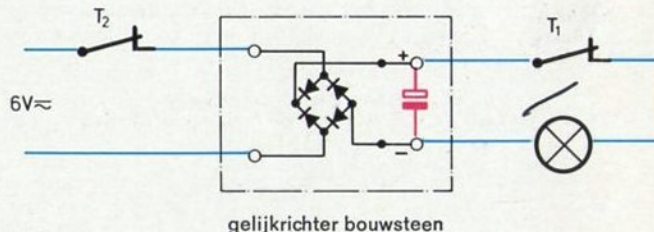

fig. 9.1
**Proef** We sluiten de gelijkrichter bouwsteen aan op de voedingsbron en schakelen tussen de plus- en de minpool (de uitgangen) een gloeilamp. Deze stroomkring is te onderbreken met een rustkontakt (fig. 9.1). Na controle van de bedrading steken we de stekker van de voedingsbron in het stopkontakt. Drukken we  $T_1$  in, dan zal de lamp onmiddellijk uitgaan. Als we  $T_2$  bedienen, zien we iets heel anders. Nu wordt de stroomtoevoer van de voedingsbron onderbroken. De condensator kan nu zijn opgeslagen energie nog aan de lamp afgeven omdat de stroomkring met de lamp niet onderbroken is. De lamp blijft dan ook nog even branden.